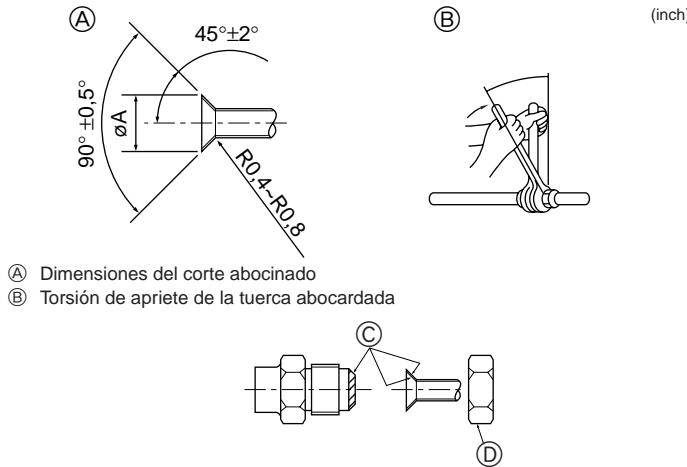

Fig. 4-2
(B) (Fig. 4-2)
4.2. Tubos de conexión (Fig. 4-2)